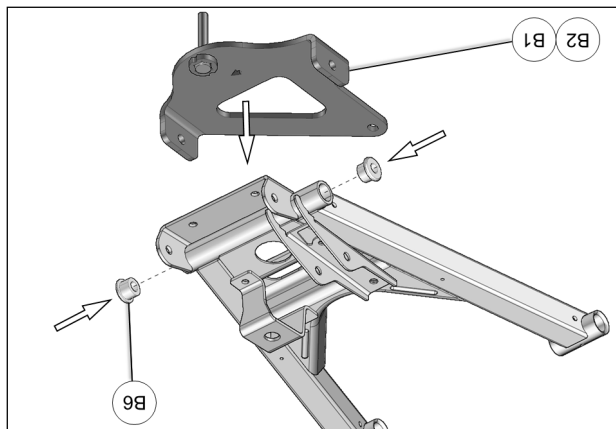

Fig. 6
5. Insérer les douilles coniques (B6) aux extrémités du tube de bras de suspension (B1-B2) sous le Positionner l'ancrage anti-rotation (B1-B2) avec les douilles coniques préalablement installées dans le bras. Voir la Fig. 6